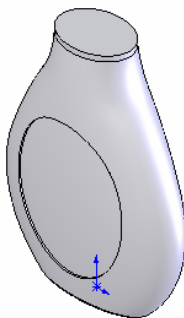

图 5-184 设置视图方向后的图形
⑬ 设置视图方向。单击“标准视图”工具栏中的“等轴测”图标，将视图以等轴测方向显示，结果如图 5-184 所示。